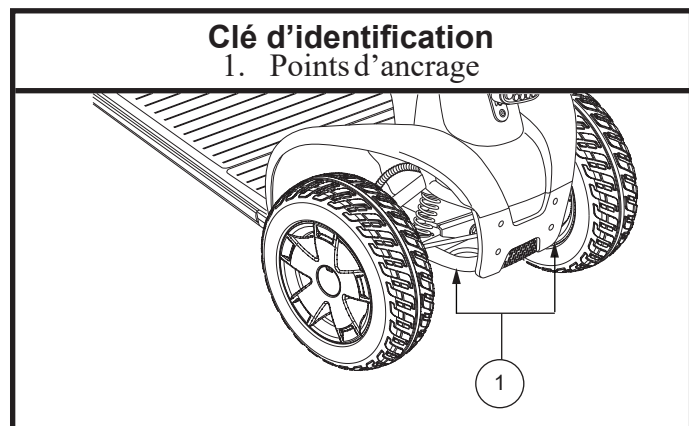

Figure 6. Points d'ancrage avant
Le scooter doit toujours être ancrés face à l'avant du véhicule. Fixez les quatre (4) courroies aux points d'ancrage désignés sur le scooter. Voir les figures 6 et 7. Serrez-bien les courroies pour retirer le jeu excessif. N'attachez jamais le scooter par ses composants réglables ou mobiles tels que les accoudoirs, capots ou roues. Ces articles devraient être enlevés. Positionnez les points d'ancrage arrière des courroies directement derrière le scooter. Les points d'ancrage avant sont disposés plus loin de chaque côté du scooter afin d'augmenter la stabilité latérale.